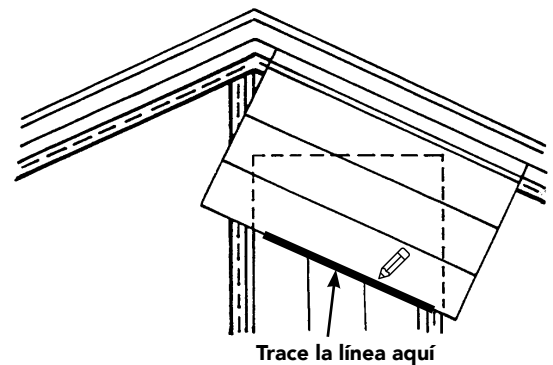

Figura 61
- Haga un patrón para los cortes de los extremos a lo largo del hastial usando dos tramos de descarte de revestimiento (Figura 61). Trabe una pieza en la faja inicial al centro de la pared. Sostenga el borde del otro tramo en contra y alineado con la línea de techo. Marque el declive en el tramo vertical y corte en esa línea. Úselo como patrón para marcar y cortar los extremos de todos los demás paneles necesarios para este lado del borde del hastial. Haga otro patrón para el otro lado del hastial.